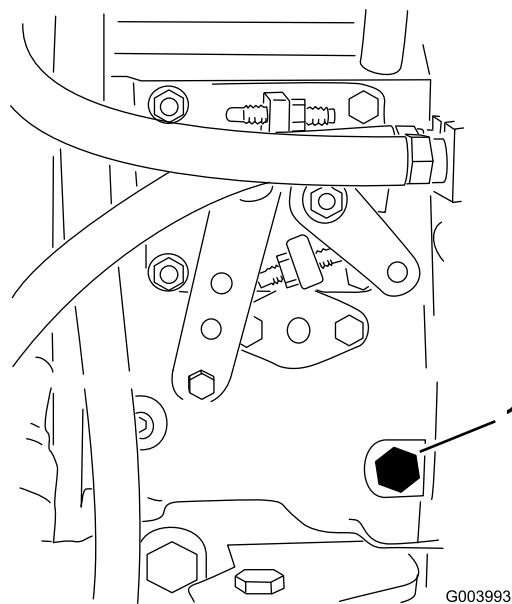

Figure 35
3. Desserrez la vis de purge sur la pompe d'injection (Figure 35) à l'aide d'une clé de 12 mm.